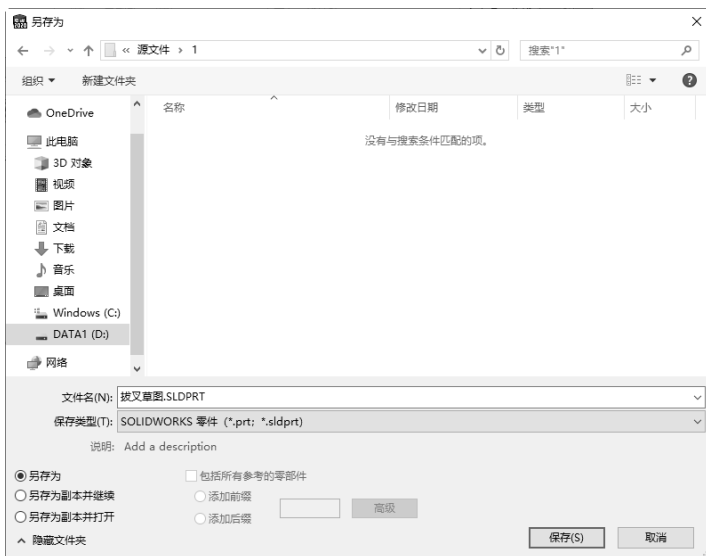

图 1-7 “另存为”对话框
(1) 执行命令。选择菜单栏中的“文件”→“保存”命令，或者单击“保存”按钮，执行保存文件命令。
(2) 设置保存类型。此时系统弹出如图 1-7 所示的“另存为”对话框。对话框中的“保存在”一栏用于选择文件存放的文件夹；“文件名”一栏用于输入要保存的文件名称；“保存类型”一栏用于选择所保存文件的类型。通常情况下，在不同的工作模式下，系统会自动设置文件的保存类型。